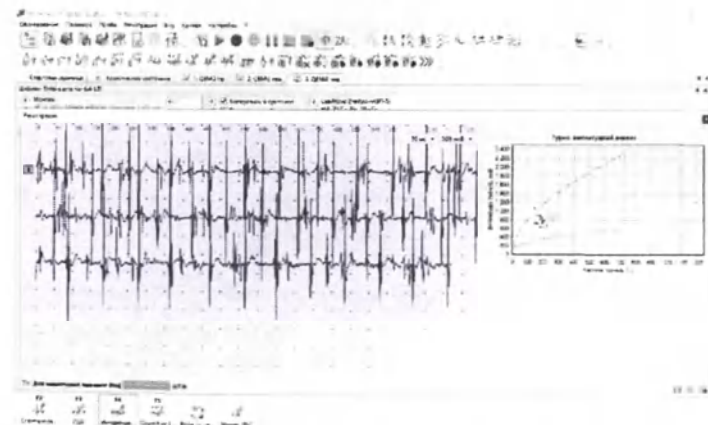

Рис. 183. Регистрация следующей кривой интерференционного паттерна с другим напряжением мышцы
4. При регистрации следующей кривой в окне турно-амплитудного анализа отображается графическое распределение записываемой кривой и предыдущих, уже записанных кривых, что позволяет более точно соизмерять напряжение мышцы пациента (рис. 183).